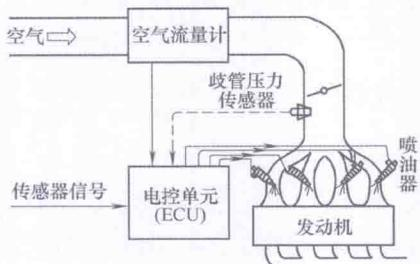

图 1-4 分组喷射
(2) 分组喷射 如图 1-4 所示，分组喷射是指将各缸的喷油器分成几组，它是同时喷射的变形方案，电控单元向某组的喷油器发出喷油或断油指令时，同一组的喷油器同时喷油或断油。